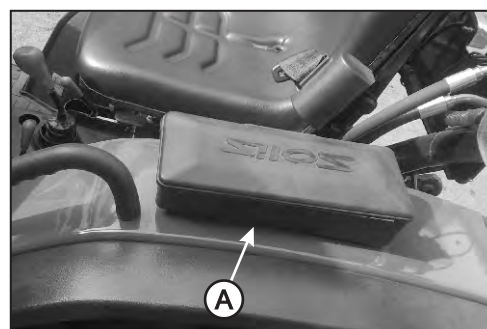

Abb. 3.7
Der Werkzeugkasten (A) befindet sich am linken Kotflügel (Abb. 3.7).